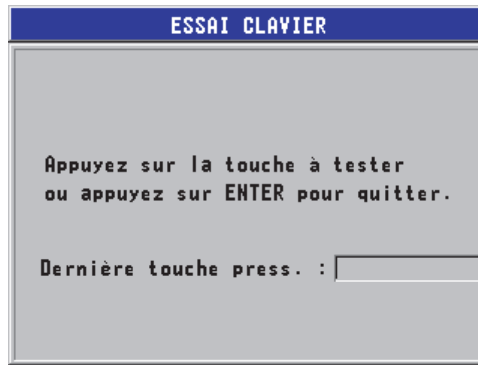

Figure 12-2 Écran ESSAI CLAVIER
4. Lorsque vous sélectionnez **ESSAI CLAVIER**, dans l'écran **ESSAI CLAVIER** (voir la Figure 12-2 à la page 226), effectuez les étapes suivantes :